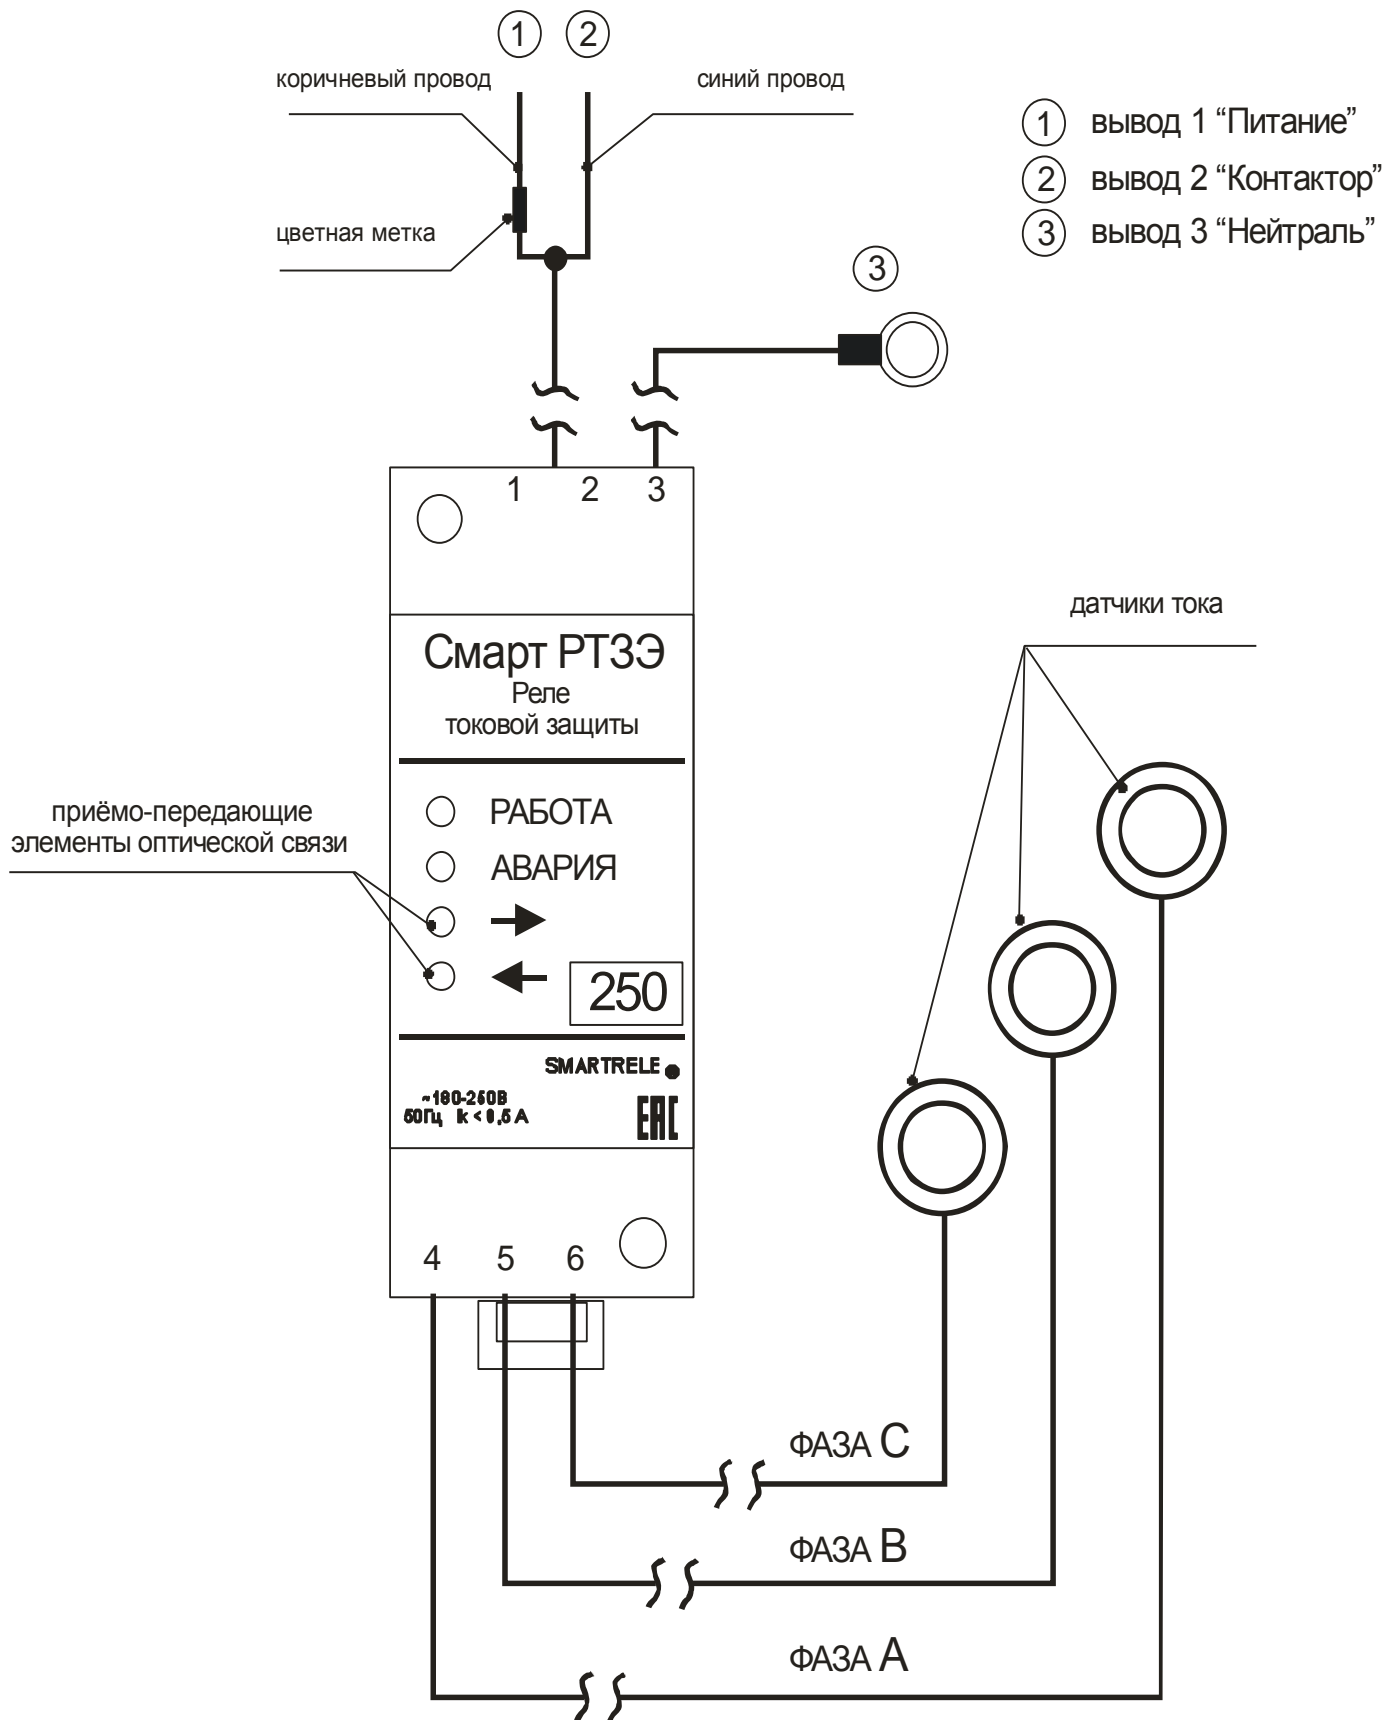

Рисунок 1 – внешний вид реле
4.1 Общий вид реле показан на рис.1, габаритные и установочные размеры электронного блока реле – на рис.2.